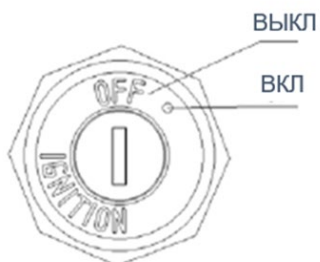

Рисунок 5.
1. Вставьте ключ в замок включения питания, поверните в положение ВКЛ. (рис.5)